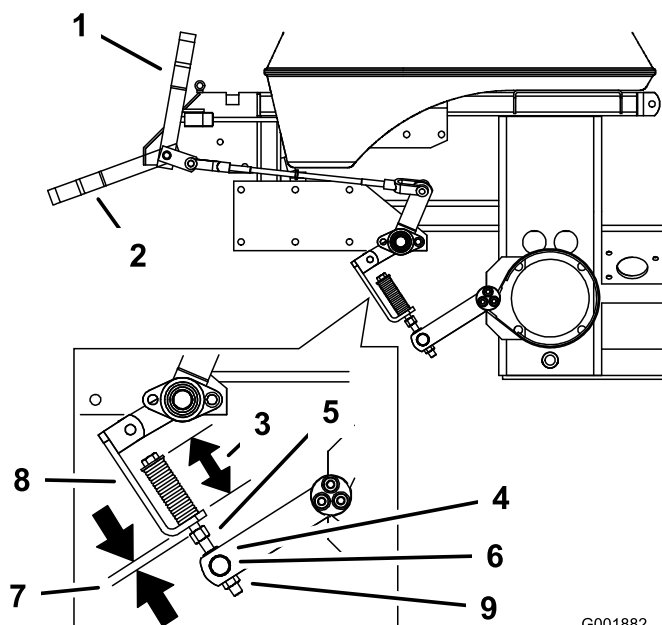

Figura 58
2. Mida la longitud del muelle. La medida debe ser de 70 mm entre las arandelas (Figura 58).
3. Si es necesario un ajuste, afloje la contratuerca que está debajo del muelle y apriete la tuerca que está justo por debajo de la horquilla (Figura 58). Gire la tuerca hasta obtener la medida correcta. Apriete las dos tuercas juntas y repita en el otro lado de la unidad.
6. Mida la distancia entre el soporte del muelle y la tuerca de ajuste que está debajo del soporte del muelle. La medida debe ser de 5 a 8 mm (Figura 58).
7. Si es necesario un ajuste, afloje la contratuerca que está justo por encima del eje-rodillo. Gire la contratuerca que está debajo del eje-rodillo hasta obtener la medida correcta (Figura 58).
8. Apriete la contratuerca que está justo por encima del eje-rodillo (Figura 58).